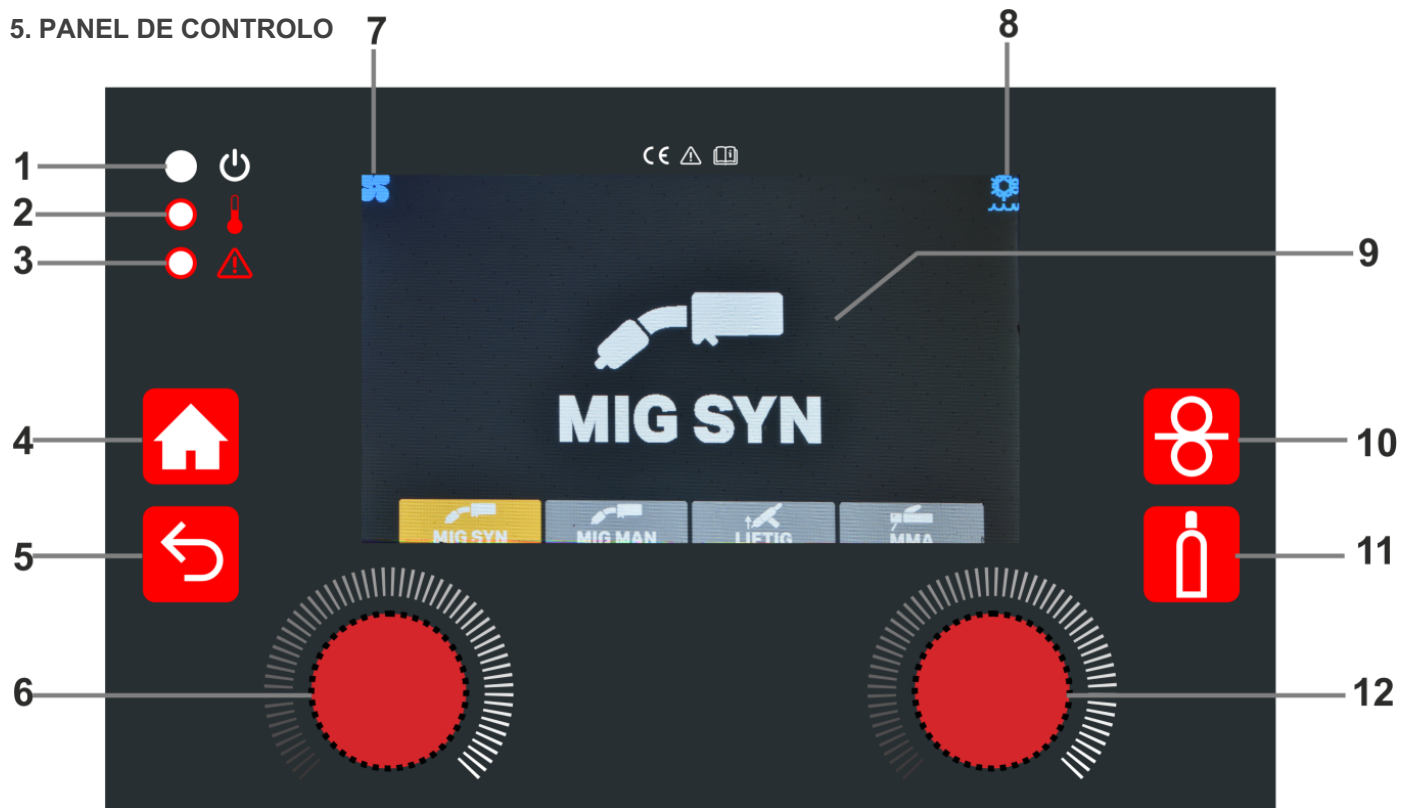
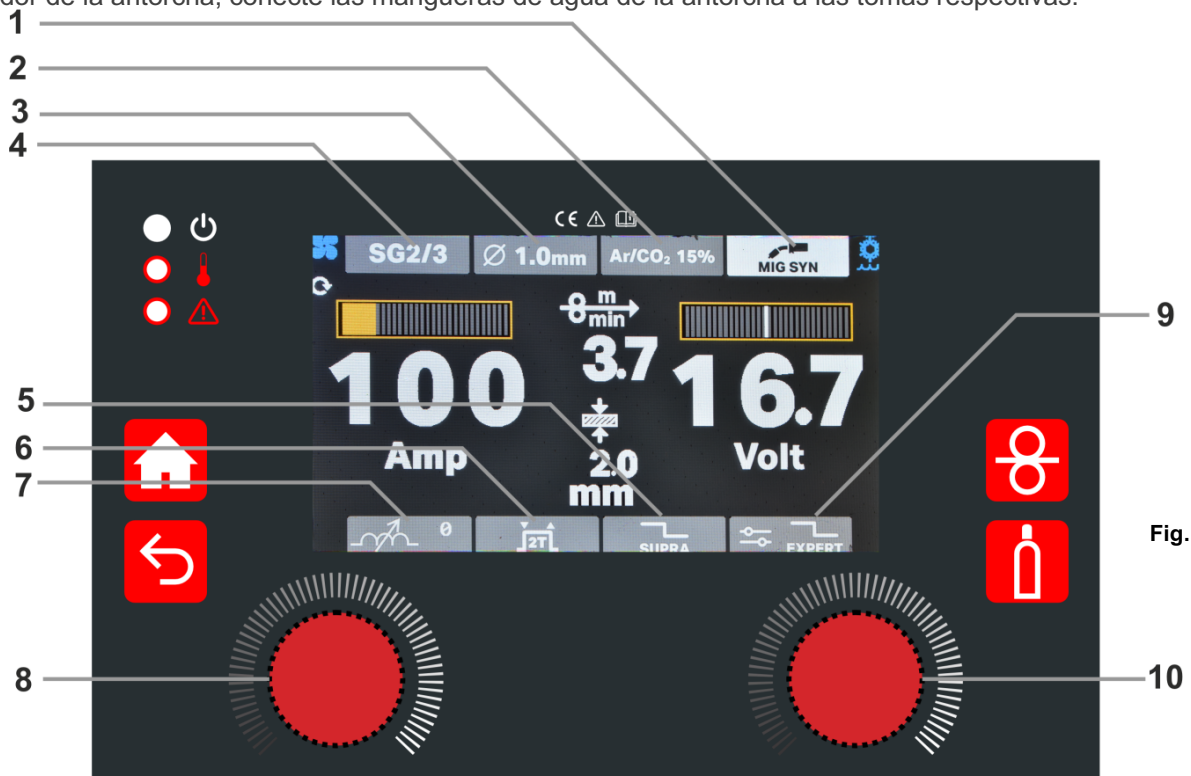
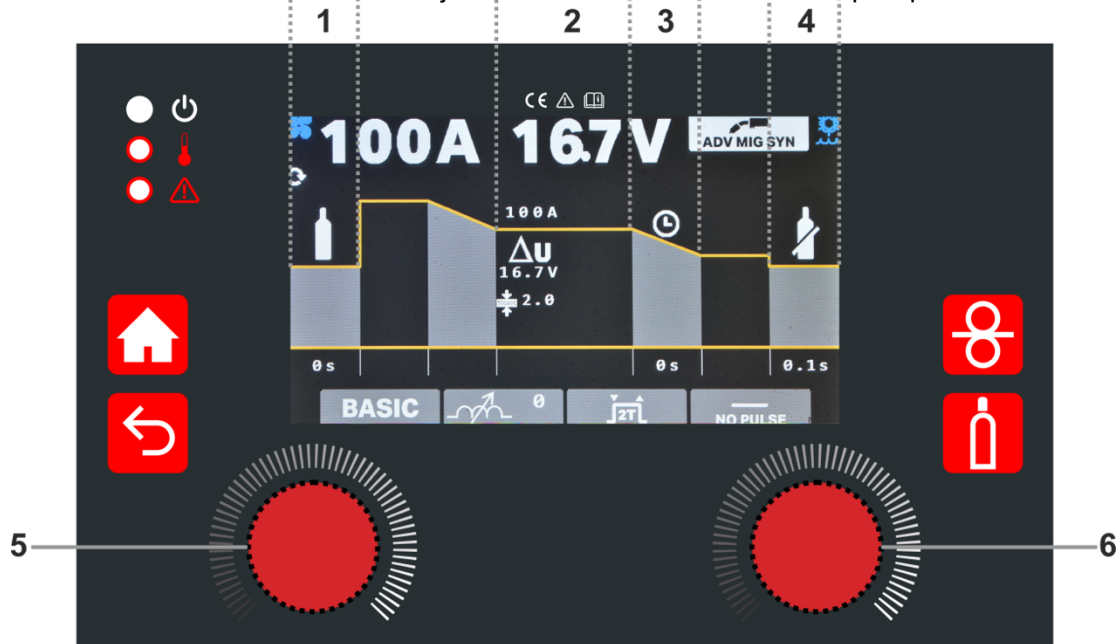
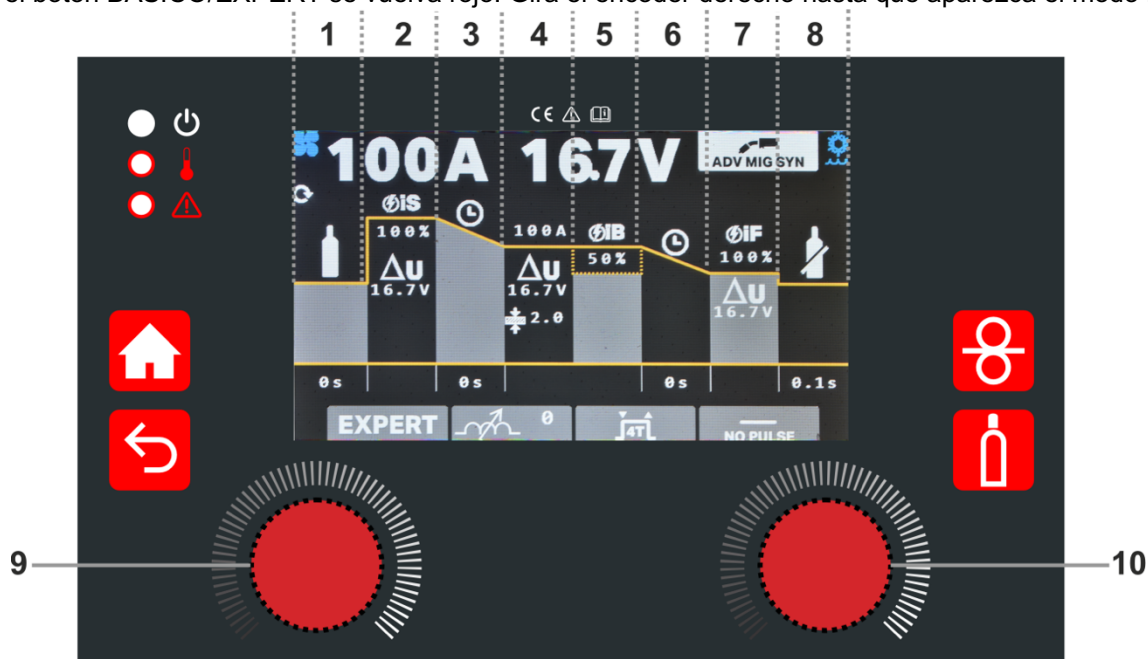

Fig 1.
Fig. 5.
Fig. 6
Fig. 8
Destornillar la tuerca de sujeción (1- Fig.2) para colocarse la bobina de hilo (3- Fig.2) sobre el portabobinas (4- Fig.1). Hay que confirmar que el sistema de freno (2- Fig.2) queda operativo, con el perno del portabobinas (5- Fig.2) correctamente introducido en el agujero de la bobina (3- Fig.2). Después de colocada la bobina, apretar la tuerca de sujeción.
Seleccione el modo de soldadura MIG/MAG SYN pulsando el encoder lateral derecho (10 - Fig. 5) en la opción de menú correspondiente. Ha entrado en el modo MIG SYN en el que puede visualizar el estado del modo respectivo (1 - Fig.1)
- Todos los elementos del menú se vuelven rojos cuando se hace clic en ellos para establecer su valor. Seleccione el material a soldar (elemento de menú 4 - Fig. 5), el diámetro del hilo (elemento de menú 3 - Fig. 5) y el tipo de gas (elemento de menú 2 - Fig. 5) con el encoder derecho (10 - Fig. 5) de acuerdo con las siguientes tablas de programas sinérgicos:
- Ajuste la inductancia (opción de menú 7 - Fig. 5) con el encoder lateral derecho (10 - Fig. 5): menos inductancia (arco más estrecho, más penetración) y más inductancia (arco más ancho, más relleno).
- Dentro del programa sinérgico, puede ajustar la corriente de soldadura con el encoder del lado izquierdo (8 - Fig. 5) y con el encoder del lado derecho (10 - Fig. 5) puede realizar un ajuste sinérgico fino.
- Puede elegir entre los modos de antorcha de soldadura 2T, 4T o SPOT con el encoder lateral derecho (10 - Fig. 5):
Modo de punto MIG/MAG - Cuando se selecciona indica que la máquina está en modo de soldadura por puntos MIG/MAG. Gire el encoder del lado derecho (10 - Fig. 5) para seleccionar el tiempo de SPOT en segundos. Inicie la soldadura por puntos pulsando el gatillo de la antorcha y continuando pulsado hasta el final del programa de soldadura MIG ajustado.
- Puede elegir entre soldadura de cortocircuito no pulsada y SUPRA (elemento de menú 5 - Fig. 5) con el encoder lateral derecho (10 - Fig. 5). SUPRA es un tipo de soldadura pulsada (una alternancia entre dos niveles de potencia) con modo de transferencia en cortocircuito (véase el capítulo 8.4 para más información).
Para entrar en ADV MIG SYN, gire el encoder derecho (Nr.10 - Fig. 5) hasta que el botón (nr.9 - Fig. 5) se vuelva amarillo. A continuación, pulse el botón del encoder derecho. Para seleccionar el MODO BÁSICO (en ADV MIG SYN), pulse el botón del encoder derecho (nº 6 - Fig. 6) hasta que un parámetro se vuelva amarillo. Gira el encoder derecho hasta que el botón BASIC/EXPERT se vuelva amarillo. Pulsa el botón derecho del encoder para que el botón BASIC/EXPERT se vuelva rojo. Gira el encoder derecho hasta que aparezca el modo BÁSICO.
Para entrar en ADV MIG SYN, gire el encoder derecho (Nr.10 - Fig. 5) hasta que el botón (nr.9 - Fig. 5) se vuelva amarillo. A continuación, pulse el botón del encoder derecho. Para seleccionar EXPERT MODE (en ADV MIG SYN), pulse el botón del encoder derecho (nº 10 - Fig. 8) hasta que un parámetro se vuelva amarillo. Gira el encoder derecho hasta que el botón BASIC/EXPERT se vuelva amarillo. Pulsa el botón derecho del encoder para que el botón BÁSICO/EXPERT se vuelva rojo. Gira el encoder derecho hasta que aparezca el modo BÁSICO.